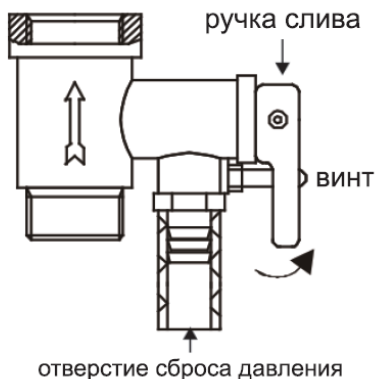

Рисунок 6
4. На входной патрубке, обозначенный голубым цветом и стрелкой направления течения воды, накрутите предохранительный клапан так, чтобы течение воды совпадало с направлением стрелки на корпусе клапана. На отверстие сброса давления предохранительного клапана (см. рисунок 6) оденьте дренажную трубку* для отвода воды
6. Чтобы слить воду из внутреннего резервуара необходимо, воспользоваться предохранительным клапаном: открутить винт ручки слива предохранительного клапана и перевести ручку слива в верхнее положение, при этом кран выхода горячей воды должен быть открыт, а кран подачи холодной воды в водонагреватель должен быть перекрыт (см. рисунок 6). Из отверстия сброса давления предохранительного клапана потечет вода. Никогда не сливайте воду, если ее температура выше 50°C, т. к. это может привести к ожогам.